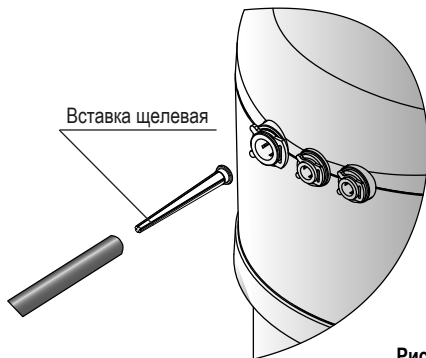

Рис. 6
## Установка щелевой вставки\*\* (рис. 6)
- Установите щелевую вставку в трубку 3/8" (9,5 мм) как указано на рис. 6 и подсоедините данный конец трубки к водоочистителю.
- Извлеките щелевую вставку из трубки (см. рис. 6).